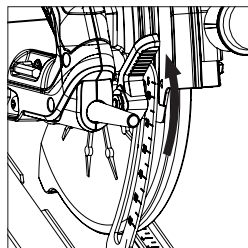

Fig. 10
- Slăbiți mecanismul de blocare a adâncimii reglate trăgând în sus de clapeta de operare. (**Fig. 10**) (CCSL în imagine. Toate celelalte modele sunt asemănătoare.)